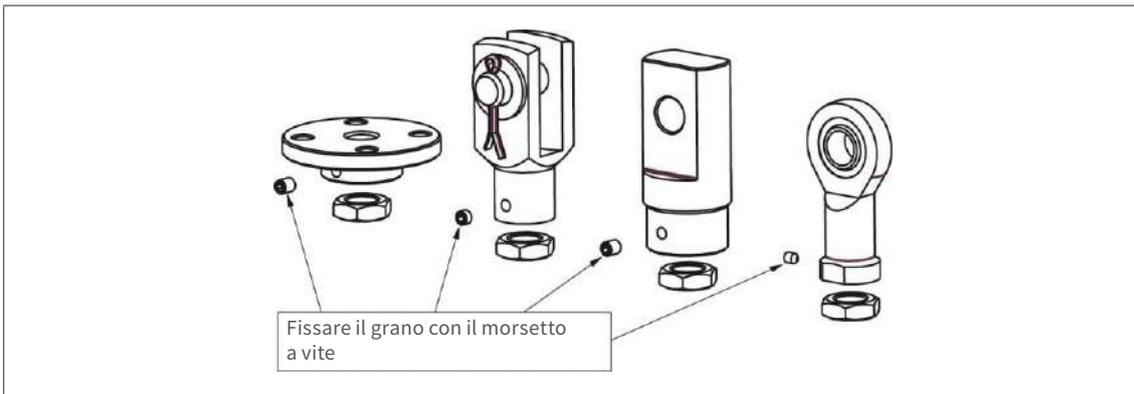

Fig. 7: Posizionare i vari accessori secondo le esigenze applicative, prima di serrare le brugole a scomparsa.
3. Per le grandezze 50 e 100 della serie ZA, montare le viti nei fori asolati utilizzando rondelle (ad es. secondo DIN 1441). Installare gli accessori sulla vite (vedere Fig. 7), fissare le brugole a scomparsa con frenafilette (ad es. Loctite) e serrare il controdamo (fino alla grandezza 100).